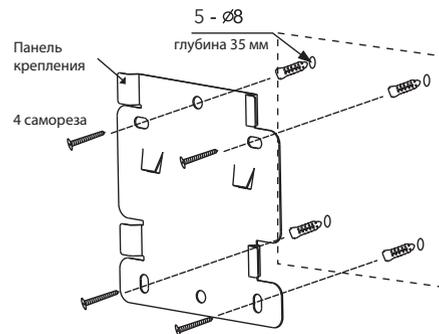

Рис. 5
3. Установите в просверленные отверстия прилагаемые в комплекте поставки дюбели, и закрепите корпус прибора на месте установки с помощью шурупов (рис. 5)